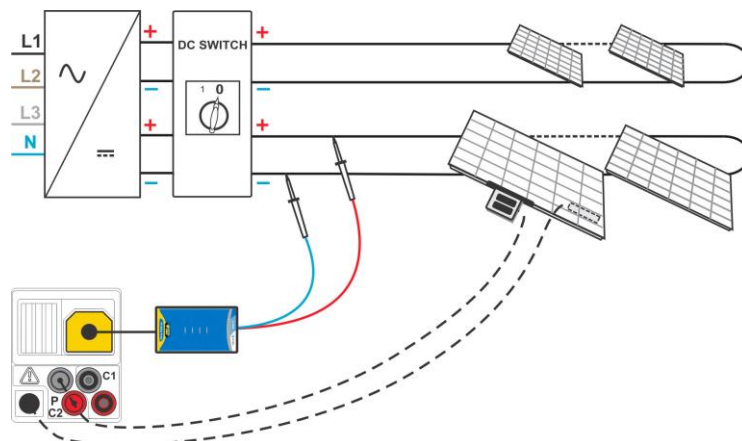

Abbildung 6.22: Uoc/Isc Prüfung
- **Schließen** Sie den Prüfling an (siehe Abbildung 6.22).